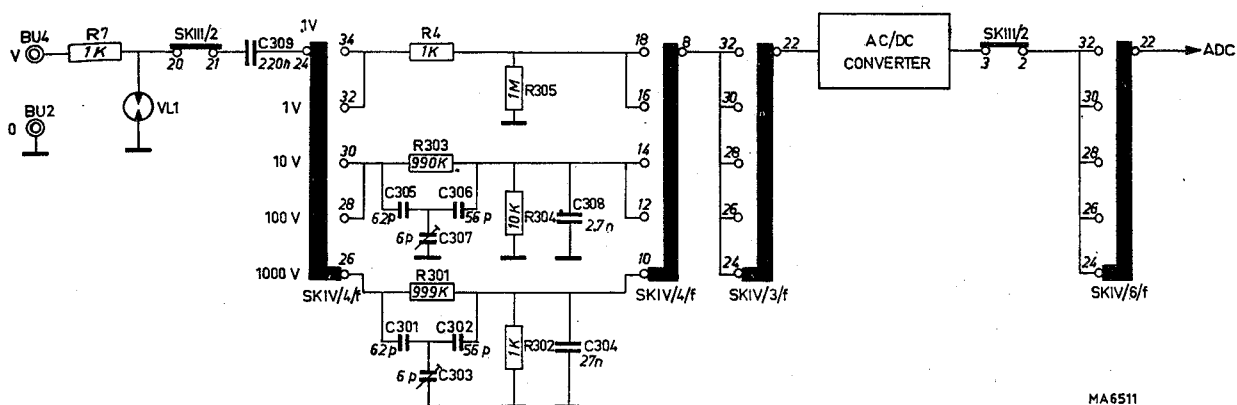

Abb. 14. Wechselspannungsschaltung
2. Wechselfspannungsschaltung (Abb. 14)